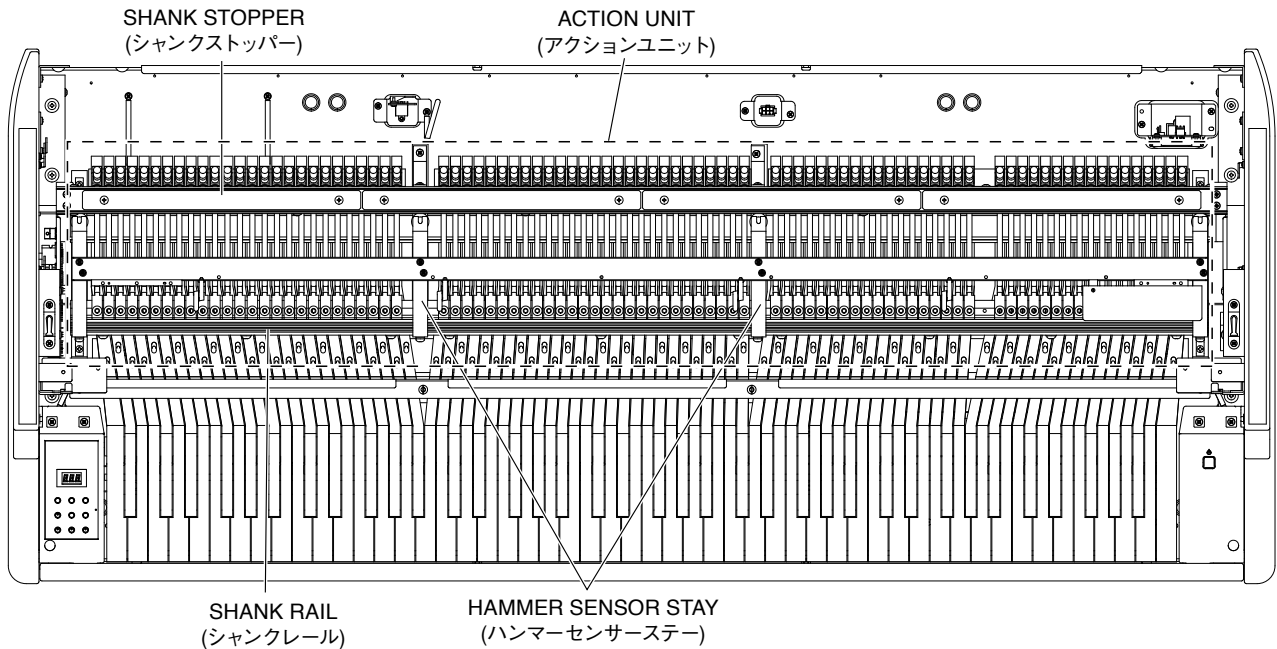

Fig. 22 (図 22)
- 22-7. Lift the shank rail of the action unit to remove it. (Fig. 22)
- * **Do not hold the shank stopper or hammer sensor stay when removing the action unit. Make sure to hold the shank rail instead. (Fig. 22)**
- 22-7. アクションユニットのシャンクレールを持ち上げて外します。(図 22)
- ※ アクションユニットを取り外す際は、シャンクストッパーとハンマーセンサーステーを持たないでください。必ずシャンクレールを持って作業をしてください。(図 22)